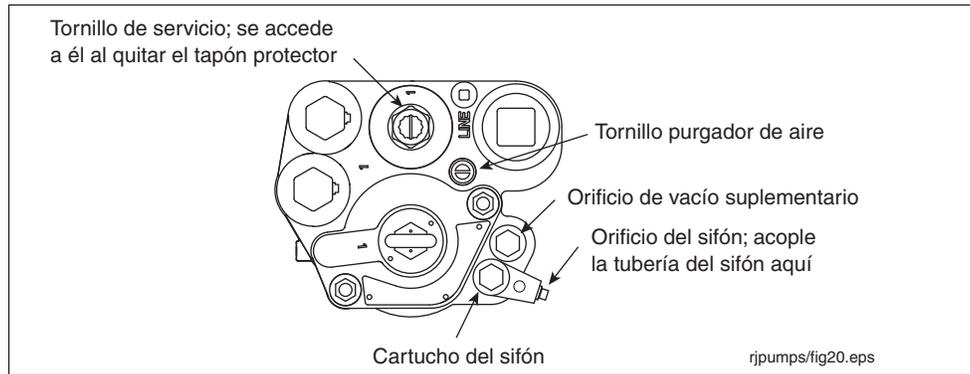

Figura 20. Orificios del sifón
2. Quite y guarde el tapón protector que cubre el tornillo de servicio y gire el tornillo en el sentido de las agujas del reloj (véase la Figura 20). Conforme el tornillo se acerca a su posición más baja, oirá cómo se despresuriza el sistema. Siga girando el tornillo hasta su tope. Cuando el tornillo esté totalmente bajado, aflójele 4 vueltas para elevar la válvula de retención y que el combustible salga de las cavidades hidráulicas del distribuidor.
3. Quite uno de los dos tapones de los orificios del sifón que se encuentran en el distribuidor (véase la Figura 20).
9. Dele entre 2 y 3 vueltas al tornillo purgador de aire en el sentido contrario a las agujas del reloj (véase la Figura 20).